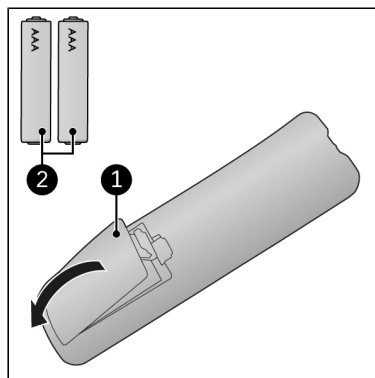

Abbildung 49.
1. Entfernen Sie die Batterieabdeckung (Abbildung 49, Pos. 1).
3. Legen Sie zwei Batterien (AAA 1,5 V) (Abbildung 49, Pos. 2) wie im Batteriefach angegeben ein. Stellen Sie sicher, dass die Batterien richtig eingelegt sind.